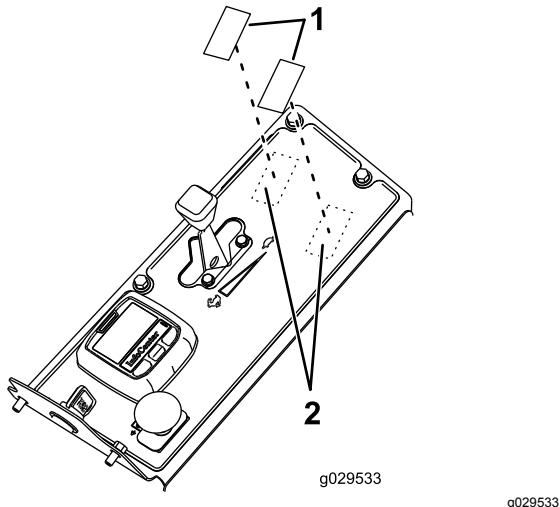

図 23
5. コントロールパネルから打ち抜きプラグ2ヶ所を打ち抜いて外す図 23。